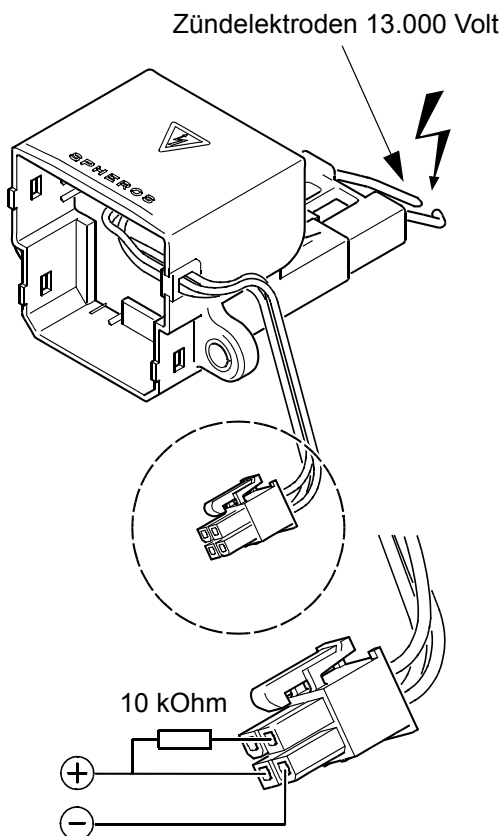

Abb. 505
- Gleichspannung von 24 Volt gemäß Abb. 505 anlegen